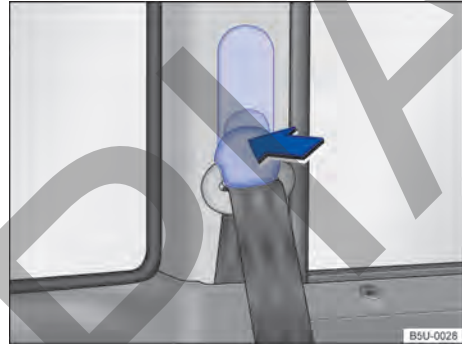

Fig. 31 Al lado de los asientos: regulación de altura del cinturón de seguridad.
- Presione el dispositivo regulador en el sentido de la flecha y manténgalo presionado → fig. 31.